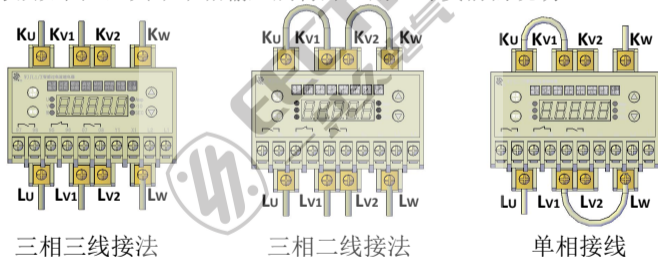

图 2 过载保护器动力线接线方法
3.1.1 动力线的接法分三相三线输入、三相二线输入和单相输入三种，其接线方法如图 2，其中单相输入属特殊应用，订货前需说明。